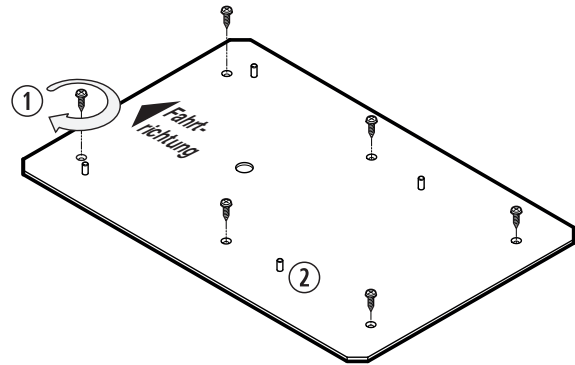

Abb. 7
Wenn nötig schrauben Sie die 6 zusätzlichen äußeren Schrauben fest ① (Lieferumfang). Achten Sie darauf, dass die 4 äußeren Bolzen ② zu sehen sind, weil diese zur Befestigung der Motoreinheit benötigt werden. Der Schraubentyp muss entsprechend der Dicke des Fahrzeugdaches und des Materials, aus welchem dieses besteht, gewählt werden (Abb. 7).